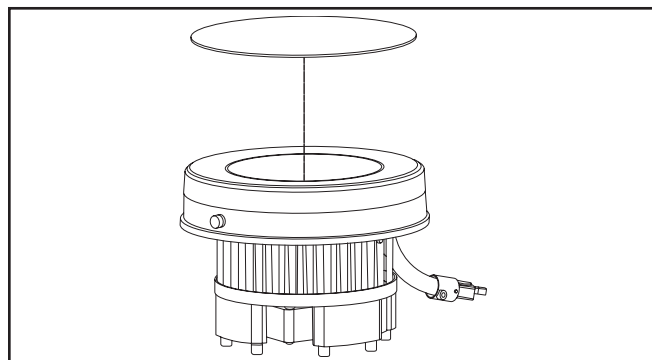

Figura 2.
2. Inserte la lente en el reflector blanco (Figura 2.).